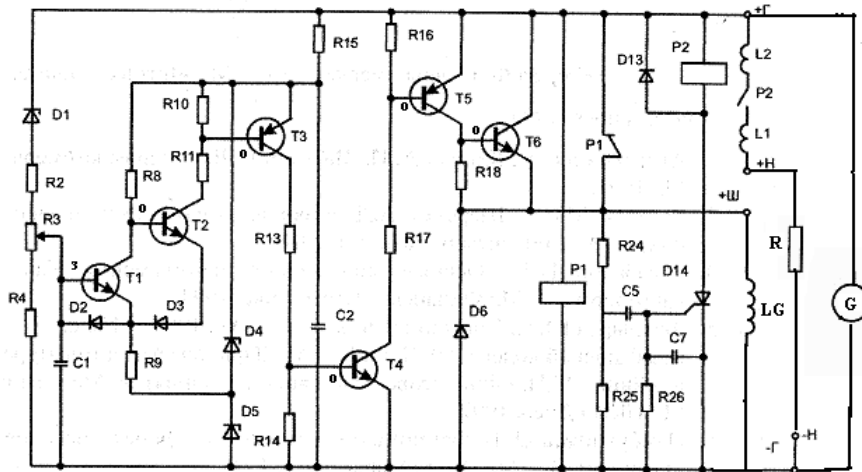

Рис. 2
2. Указать элементы и принцип работы регулятора напряжения РЛ-2М-3 (рис.2), объяснить работу регулятора в процессе возбуждения генератора, при подключении и отключении нагрузки.